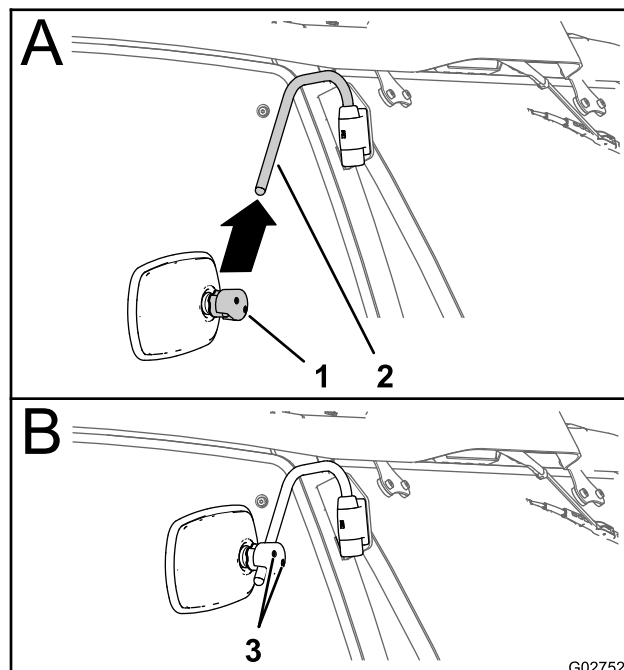

図 5
1. ミラーについている取り付けクランプをサポートアームに合わせる 図 5 の A。
2. サポートアームにミラーを取り付ける 図 5 の A。
3. 取り付けクランプ用の 2本のキャップスクリュー 5 mm 図 5 の B を **最大トルク** 30 N·m 0.3 kg·m = 26 in-lb にトルク締めする。